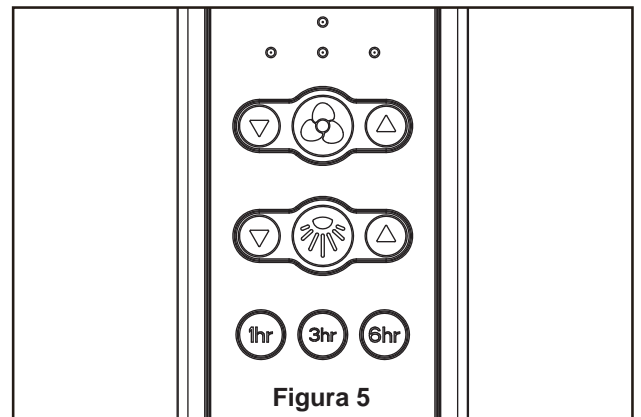

Figura 5
individuales. (Figura 5)
5. Funciones del control remoto: (Figura 5)